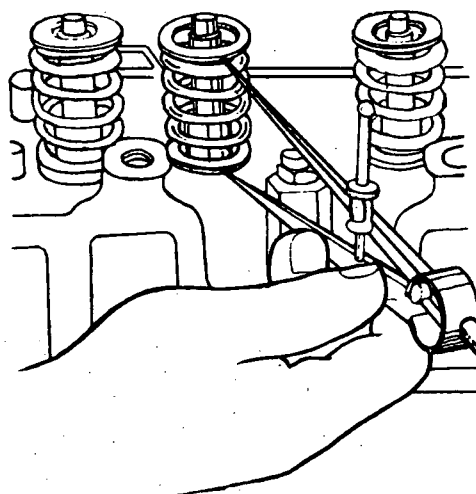

Fig. 11
- e Controle a altura das válvulas (fig. 11).